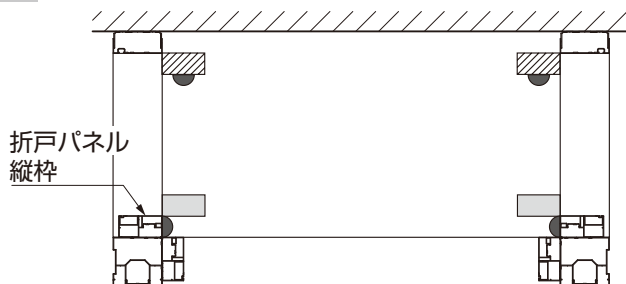
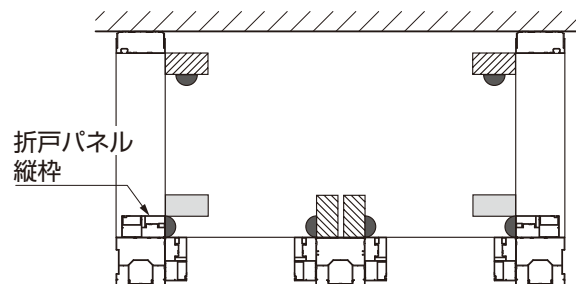

図3-1 1.5間～3.0間 基本タイプ
図3-2 2.5間以上 腰壁タイプ
①タイプにより戸当り枠、吊元枠の取付場所が異なります。図3-1、図3-2で確認してください。